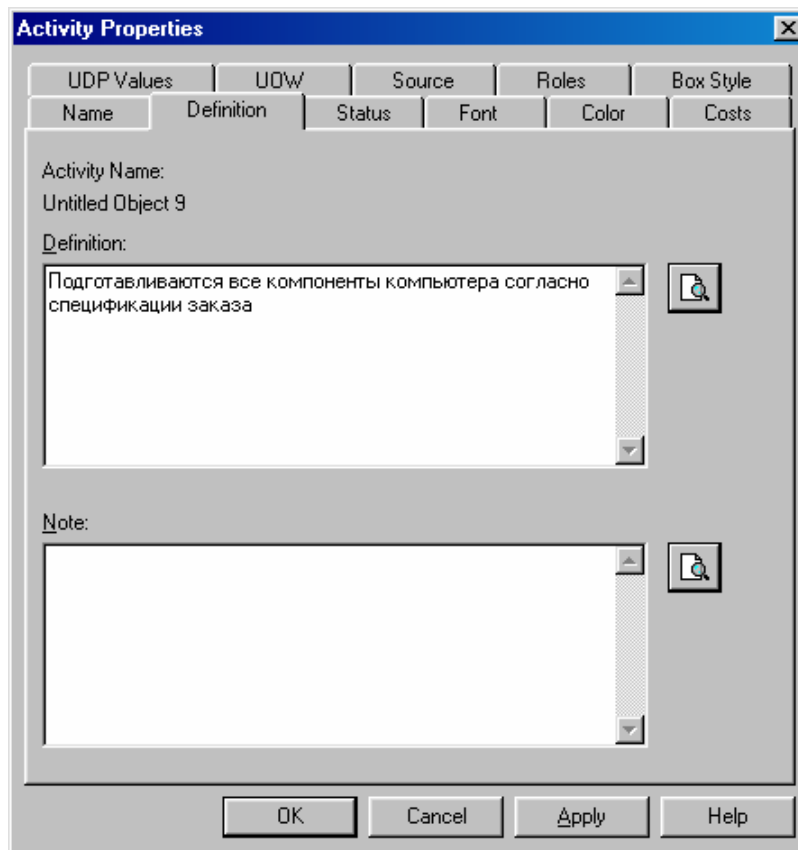

Рисунок 8.5 – Диалоговое окно **Activity Properties** вкладка **Definition**
4. Внесите определение работы с номером 1 "Подготавливаются все компоненты компьютера согласно спецификации заказа" на вкладке **Definition** (рисунок 8.5).